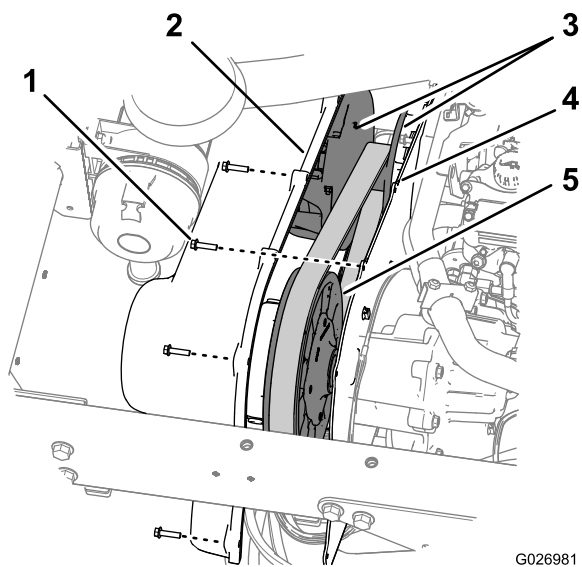

図 74
1. トランスミッションカバーをトランスミッション取り付けプレートに固定している六角ワッシャねじ9本1/4 x 1 インチを外す 図 74。
5. トランスミッションカバーの穴を、取り付けプレートの穴に合わせる 図 74。
6. カバーを取り付けプレートに固定する 図 74 ステップ 1 で取り外した六角ワッシャねじ 9本 1/4 x 1 インチを使用し、10.212.4Nm 1.01.3kg.m = 90110in-lb にトルク締めする。